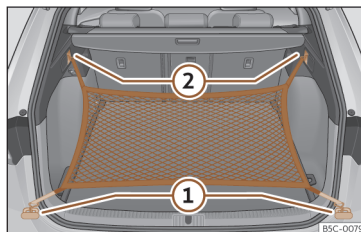

Fig. 187 Na bagageira: argolas ① e ganchos ② para fixar o saco de rede.
- Fixe os ganchos curtos da rede nas argolas de fixação >>> **Fig. 187** ① >>> . O fecho de correr do saco deve ficar voltado para cima.
- Fixe as fitas nos ganchos para prender sacos ②.